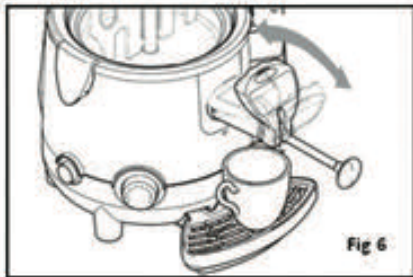

Fig 6
- Premere o tirare la leva sul rubinetto fino a quando la quantità desiderata di prodotto è stata versata nella tazza (Fig. 6).